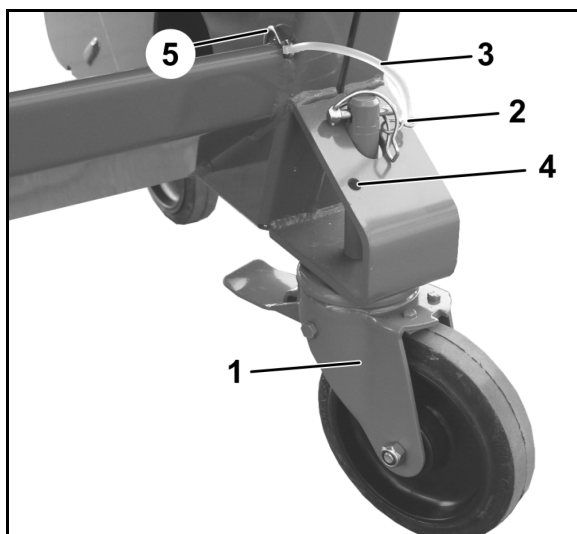
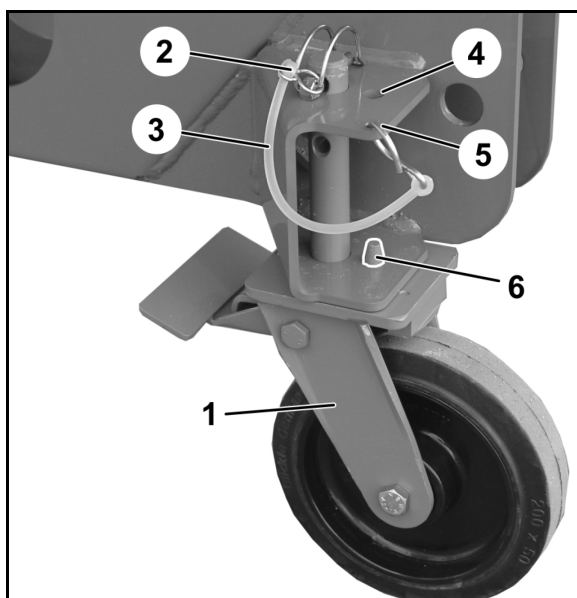

Fig. 9
Fig. 10
- Fixez les goupilles avec l'attache de sécurité (Fig. 9/3 ; Fig. 10/3) sur la machine (Fig. 9/5 ; Fig. 10/5).
5. Montez les roulettes **manœuvrables à l'avant** (Fig. 9/1) et les roulettes **fixes à l'arrière** (Fig. 10/1),
- o puis bloquez-les à l'aide de goupilles (Fig. 9/2 ; Fig. 10/2) ou
Si vous n'utilisez pas les roulettes de manutention, fixez les goupilles en position de stationnement (Fig. 9/4; Fig. 10/4).
Veillez lors du montage des roulettes fixes à ce que l'axe (Fig. 10/6) soit enchâssé dans l'alésage du bâti et maintienne ainsi les roulettes dans le sens de la longueur.